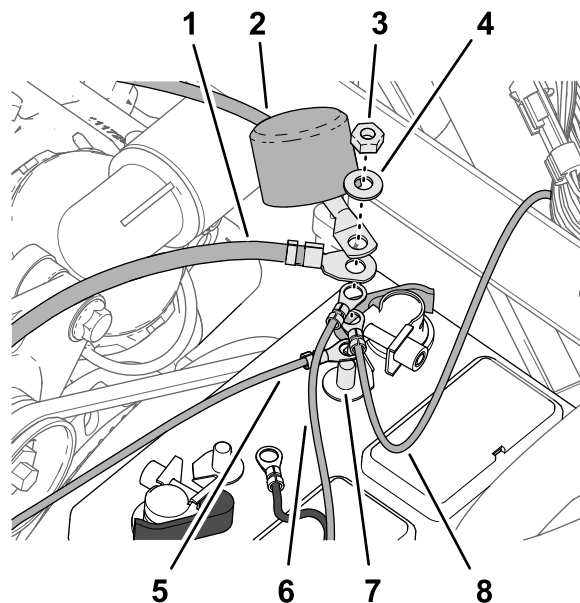

図 213
2. 以下のワイヤおよびケーブル端子を、バッテリーのプラス端子のねじ山付きポストに、以下の順序で取り付ける図 213
4. バッテリーのスタータ向けプラスケーブルの絶縁カバーをねじ山付きポストに取り付ける図 213。